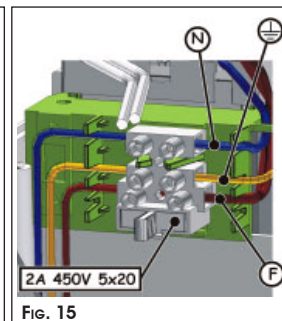

Fig. 15
② Connecter le câble d'alimentation, d'après la Fig.15. Connecter également le fil de mise à la terre. Vérifier l'introduction correcte des fils du câble d'alimentation dans le "connecteur plat" pour leur blocage Fig.15.